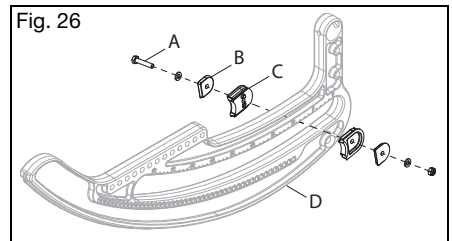

Fig. 26
1. Coloque las almohadillas de tope de inclinación (Fig. 26:A) a ambos lados de cada chasis giratorio (Fig. 26:B) en el lugar deseado. Las almohadillas deben encajar.
2. Coloque las placas de empuje (Fig. 26:C) en los bolsillos de las almohadillas.
3. Inserte y apriete el tornillo (Fig. 26:D) con la tuerca y la arandela para que se bloquee en su lugar.